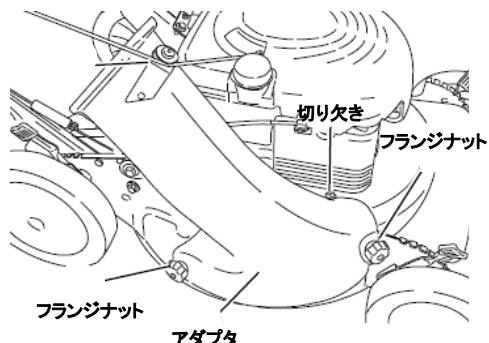

図3-12
- 集草するときはアダプタを取り付けます。テッキから出ている3本のボルトに、アダプタの前後の2つの穴と上部の1つの切り欠きをはめて2つのフランジナットでしっかりと締め付けます。(図3-12)